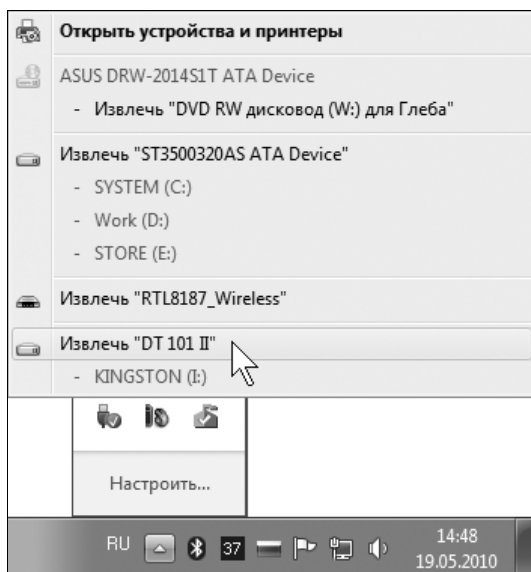

Рис. 1.9. Безопасное извлечение устройств (Windows 7)
2. Возможно, это и перестраховка, но перед извлечением диска или карты, на которые что-то записывалось, рекомендуется остановить их средствами Windows. Щелкните кнопкой мыши на значке **Безопасное извлечение устройств и дисков** в области уведомлений панели задач и в открывшемся меню выберите устройство, которое вы собираетесь отключить (рис. 1.9).